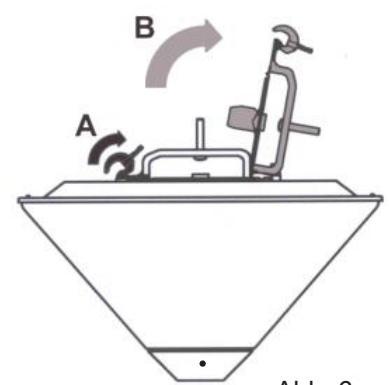

Abb. 6
Trennen Sie den Steckverbinder und ziehen Sie den Hebel (A) Abb. 6, nach hinten. Ziehen Sie die Montageplatte nach oben (B).